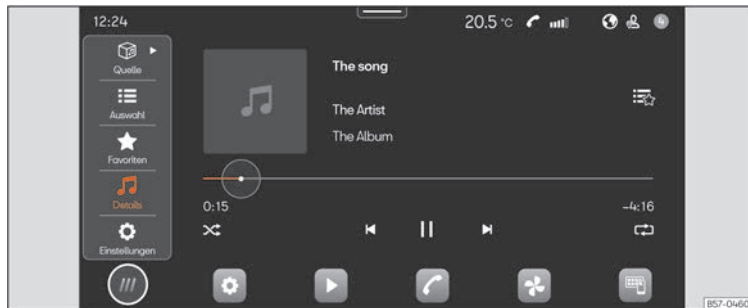

Abb. 141 Schematische Darstellung: Ansicht Medien.
- Drücken Sie **HOME** > ► ►► (Abb. 141).